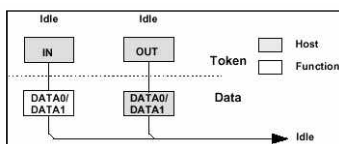

图 8 同步传输的流程
3. 同步传输模式(图8), 同步传输适用于那些要求数据连续地、实时地、以固定的数据传输率